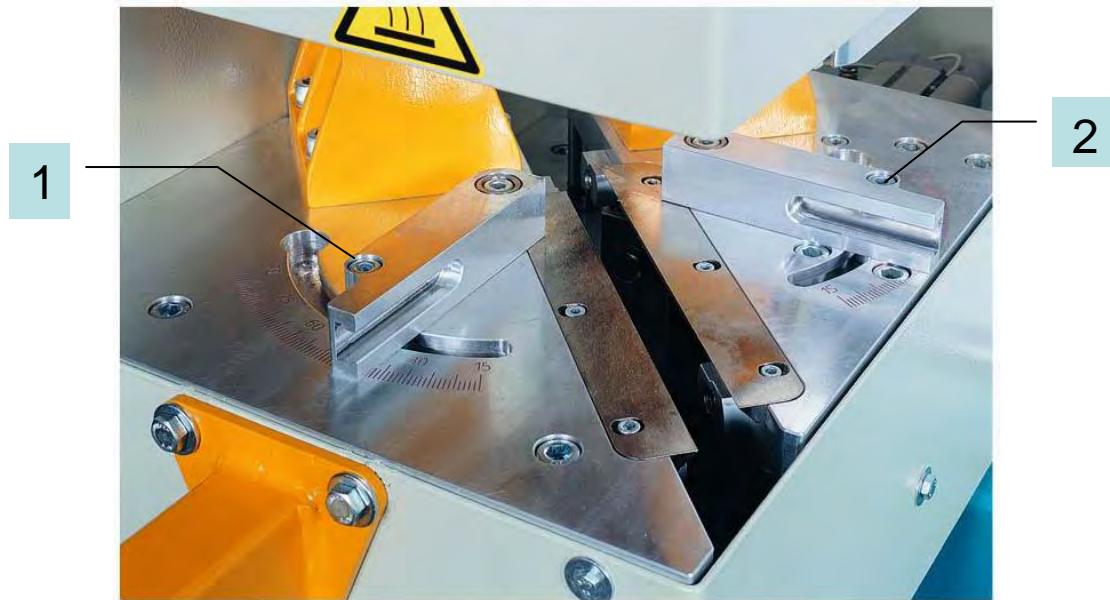

РИСУНОК 3
b. Установите квадратный угольник в нужное положение при помощи освобождения шестиугольных болтов на нем (Рисунок 3, Болты №. 1-2). Закрутите болты после установки угольника.